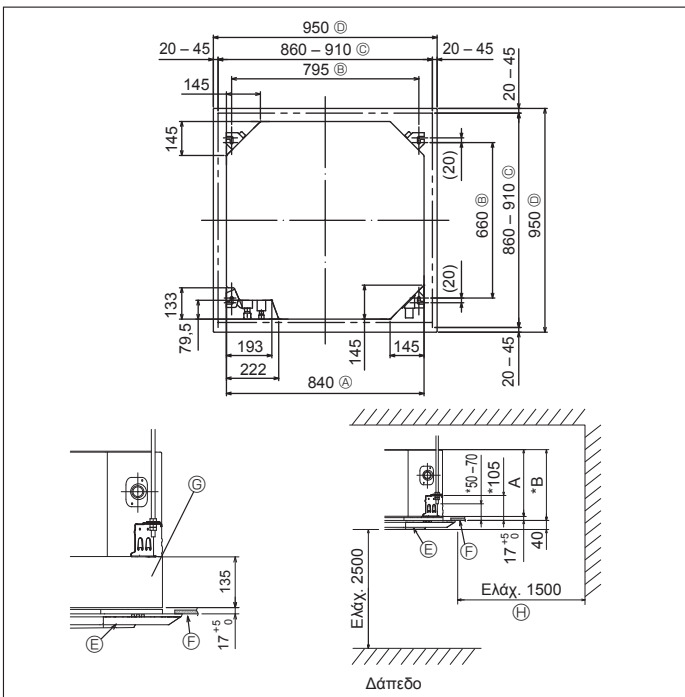

Fig. 3-2
④	Ταινία (μεγάλη)	8
⑤	Ταινία (μικρή)	1
⑥	Ακροσύνδεσμος αποχέτευσης	1
⑦	Μόνωση	1
3.2. Ανοίγματα στο ταβάνι και θέσεις για την τοποθέτηση των μπουλονιών ανάρτησης (Fig. 3-2)
* Οι διαστάσεις του ανοίγματος περιέλιξης μπορούν να ρυθμιστούν εντός του εύρους που εμφανίζεται στην Fig.3-2. Οπότε, κεντραρίστε την κεντρική μονάδα με το άνοιγμα περιέλιξης, διασφαλίζοντας πως οι αντίστοιχες απέναντι πλευρές σε κάθε πλευρά του ελεύθερου χώρου ανάμεσά τους θα είναι ίδιες.